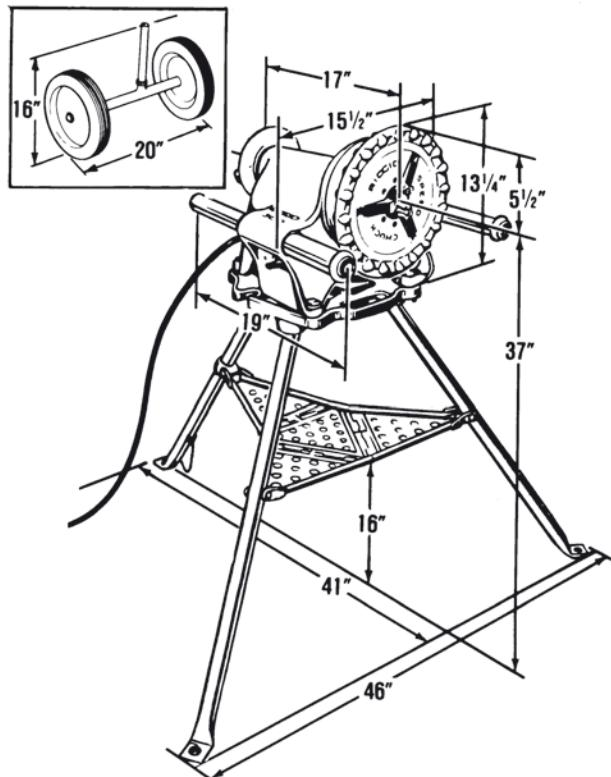

Figur 1 – Modell 300 Elektrisk rørdrev
- At varselmerker er tilstede og at disse er lesbare (*Figur 1, 2 og 7*).